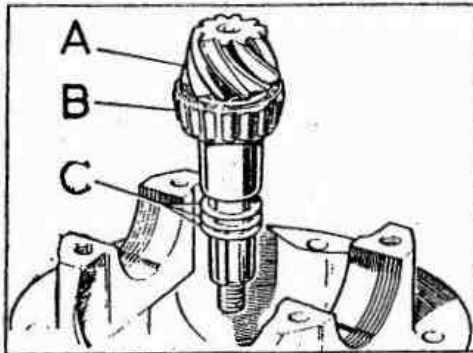

Fig. E -40 Conjunto del piñón
- 3.05. Posicionar el piñón de ataque sobre el cárter y colocar los mismos suplementos de ajuste de pre-carga que se desmontaron. En el caso de que se hayan desechado, montar suplementos nuevos de un espesor total mínimo de 4 mm (0,160") (Fig. E -40).